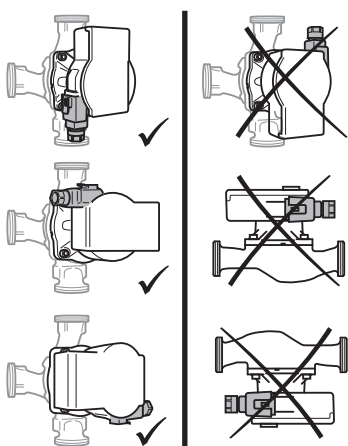

Fig. 2: Polohy instalace
- Místo instalace vyberte v souladu s přípustnou polohou instalace (Fig. 2).
- Dodržte přípustnou instalační polohu (Fig. 2) čerpadla, případně otočte hlavu motoru (2+6).
- Pro usnadnění výměny čerpadla namontujte před a za čerpadlo uzavírací armatury. **UPOZORNĚNÍ! Voda unikající přes netěsnosti může poškodit regulační modul! Horní uzavírací armaturu vyrovnejte bočně, aby unikající voda nemohla kapat na regulační modul (6).**
- Respektujte přípustnou polohu instalace (Fig. 2) a šipku směru proudění na tělese čerpadla (1).
- Utáhněte 4 šrouby skříně (5).